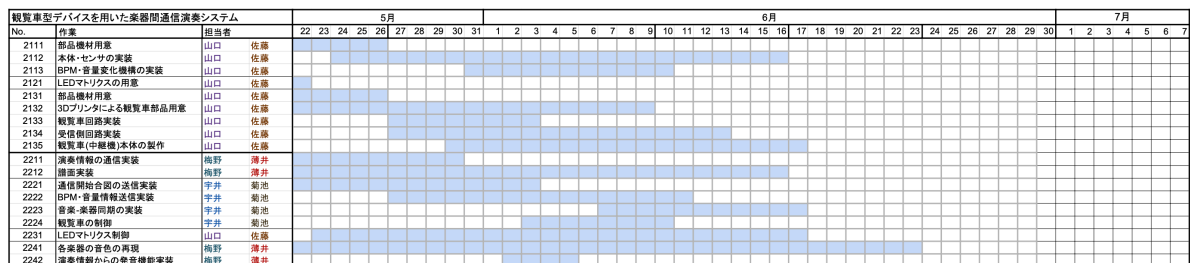
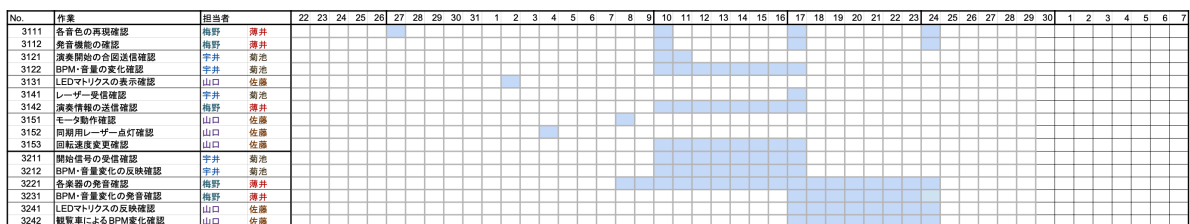

図1 計画段階のガントチャート（実装フェーズ）
図2 計画段階のガントチャート（テストフェーズ）
計画段階のガントチャート (GC) を図 1 (実装フェーズ) および図 2 (テストフェーズ) に示す。